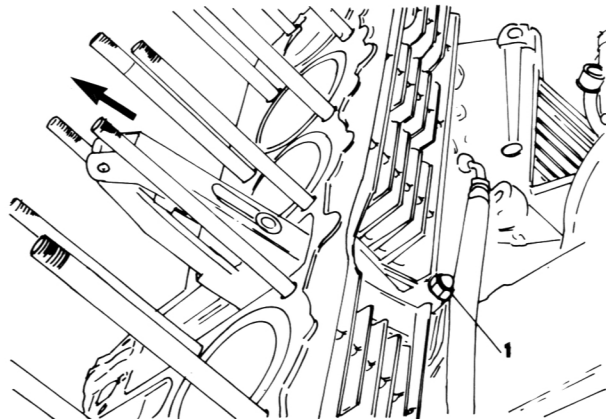

Bild 43
- Die zwei Schrauben anziehen («17» und «18» in Bild 43).